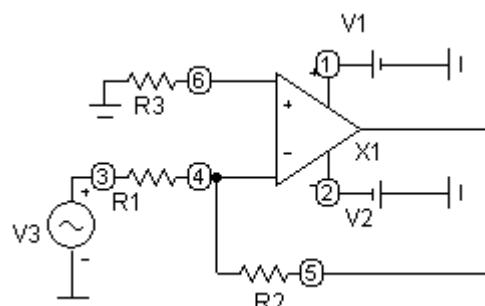

Рис. 1.24
**1.9.2.** В программе MicroCAP соберите модель усилителя с инвертирующим включением ОУ, показанную на рис. 1.24.
В схеме на рис. 1.24 коэффициент усиления  $K_y$  равен